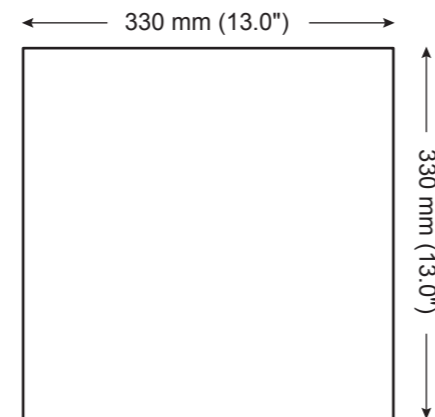

Fig. 12. PCI 45DC Cutout Dimensions
2. Teken voorzichtig een vierkant op de gewenste locatie en knip voorzichtig uiteen gat in de gipsplaat / gipsplaat. Verwijder stof en vuil uit het gat (Fig. 12).